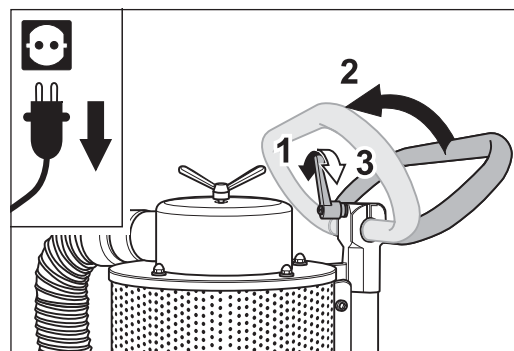

Fig. 2 Pour basculer la machine, il convient en premier lieu de desserrer le levier de serrage puis de rabattre l'étrier de maintien vers l'avant.
- 2 Après avoir déballé la machine, desserrez le levier de serrage de l'étrier de maintien, rabattez l'étrier de maintien vers l'avant et resserrez le levier de serrage (fig. 2).